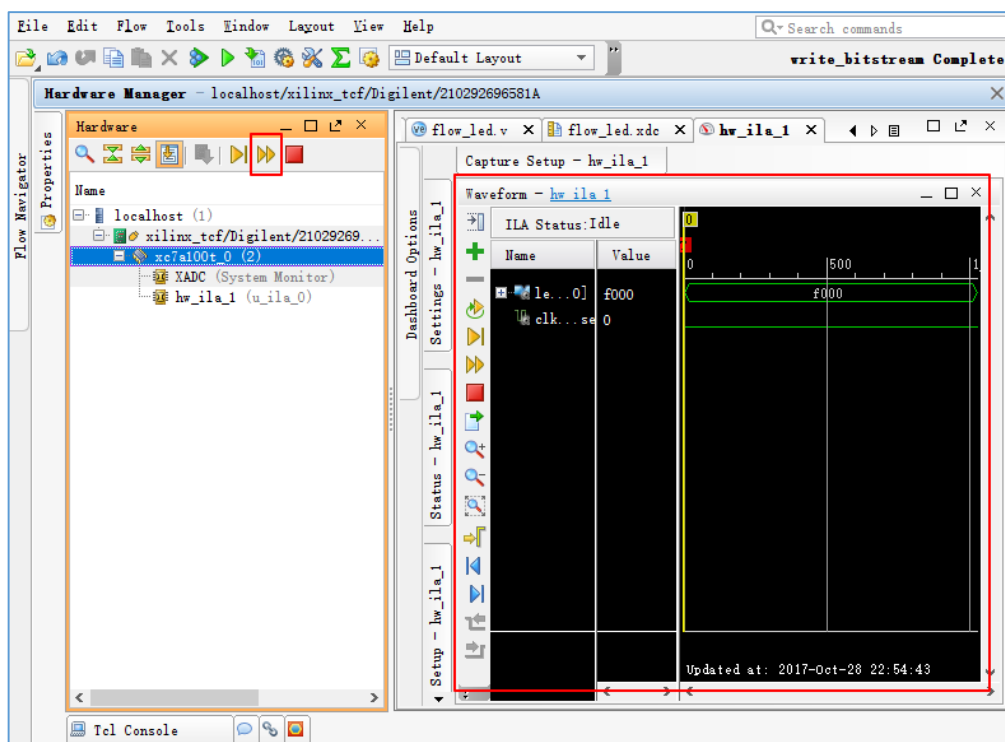

图 4.137 Run Trigger Immediate 选项
1. 如图 4.137 所示，选中目标芯片，点击上方的“Run Trigger Immediate”，在波形窗口中可看到触发信号。